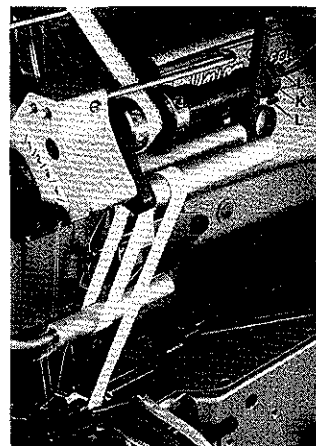

Fig.60
By turning collar (K, Fig.60) the pressure on the tension roller can be changed. For adjustment loosen the two screws (L, Fig.60) in collar. Turning collar clockwise reduces the pressure, turning it counterclockwise increases the pressure. Retighten screws (L).
Durch verdrehen des Stellrings (K, Fig.60) kann der Druck der Spannrolle verändert werden. Zur Einstellung lösen Sie die beiden Schrauben (L, Fig.60) im Stellring. Drehen des Stellrings im Uhrzeigersinn verringert den Druck, drehen im Gegenuhrzeigersinn verstärkt ihn. Ziehen Sie die Schrauben (L) wieder an.